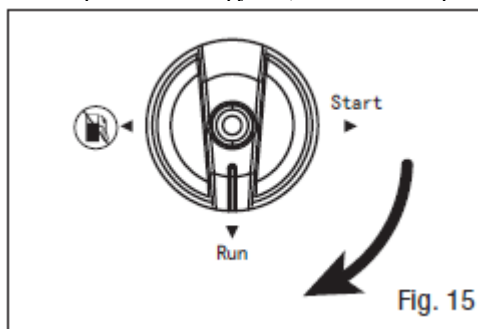

Рис. 15
6. Поверніть багатифункціональний перемикач у положення "RUN" («РОБОТА»). (рис. 15)